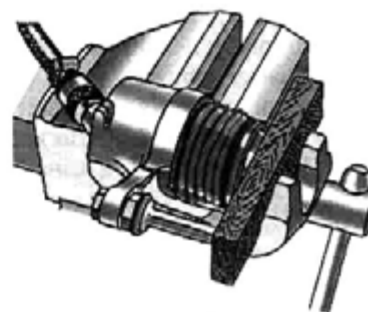

Рис. 7.17. Разборка корпуса скобы
- установить между поршнем и корпусом деревянный брусок толщиной 20–25 мм (рис. 7.17);